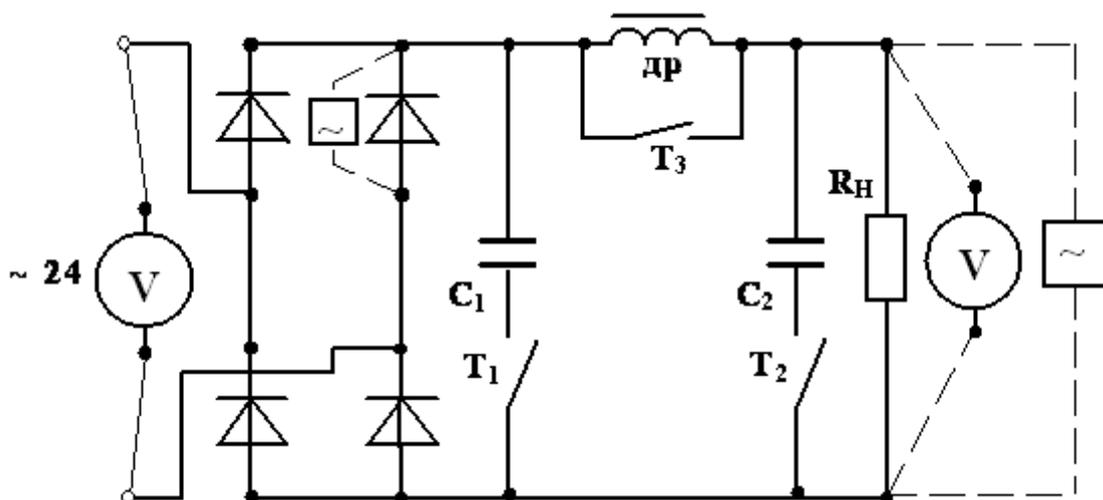

Рис.6.10. Мостовая схема выпрямления
16. Соберите мостовую схему выпрямителя, изображенную на рис.6.10, и предъявите ее для проверки преподавателю.